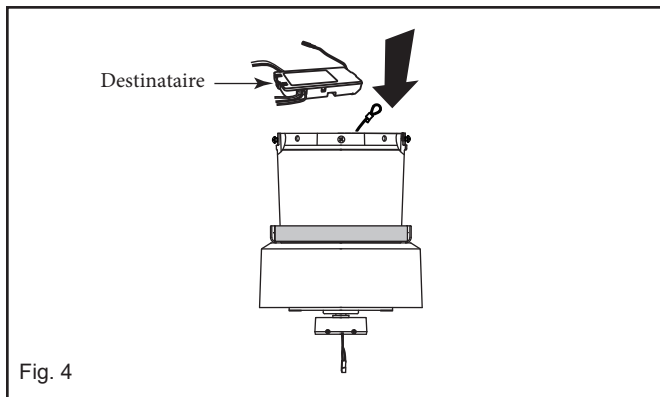

Fig. 4
Étape 1. Insérez le récepteur dans le boîtier de l'adaptateur. (Fig.4)